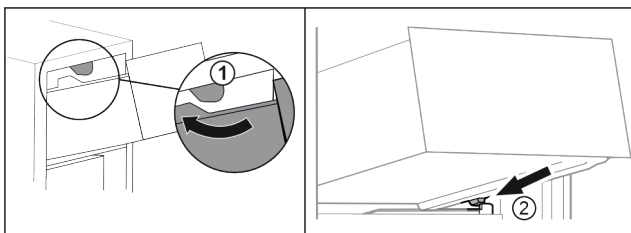

Fig. 74
- Predal speljite okrog zgornjih zaustavljalnikov. Fig. 74 (1)
- Predal postavite v poševnem položaju za spodnjimi zaustavljalniki na nastavek za posodo. Fig. 74 (2)